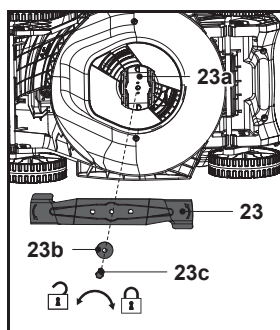

Fig. 20
5. Remplacer la lame de coupe (23) par une neuve de même type. Vérifier d'abord l'état du support de lame (23a) sur la broche, fixer la lame de coupe (23) sur le support de lame (23a) en l'alignant sur les motifs du support de lame (23a), puis fixer l'ensemble avec la rondelle plate (23b) et le boulon de fixation (23c) et serrer manuellement.
6. Maintenir fermement la lame de coupe (23) avec une main gantée et/ou un bâton, serrer le boulon de fixation (23c) dans le sens horaire à un couple de 25Nm min., 35Nm max. pour garantir le fonctionnement sûr de la machine (Fig. 20).